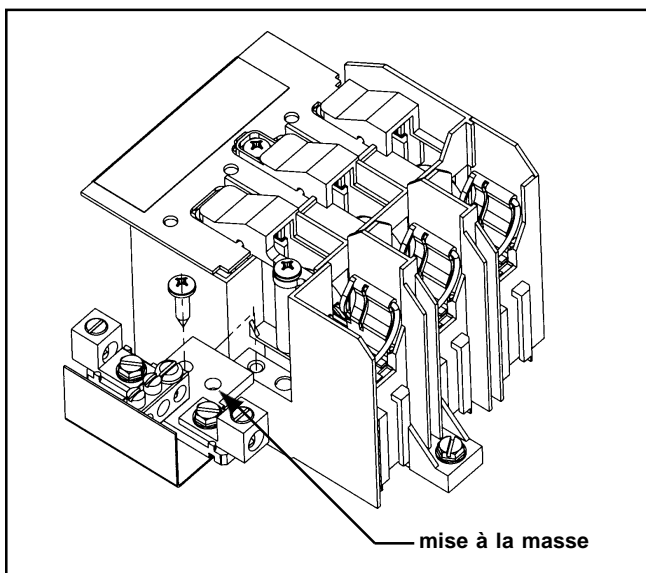

Fig. 1
3. Insérer le neutre sur le côté gauche de la base côté secteur comme le montre la fig. 1.